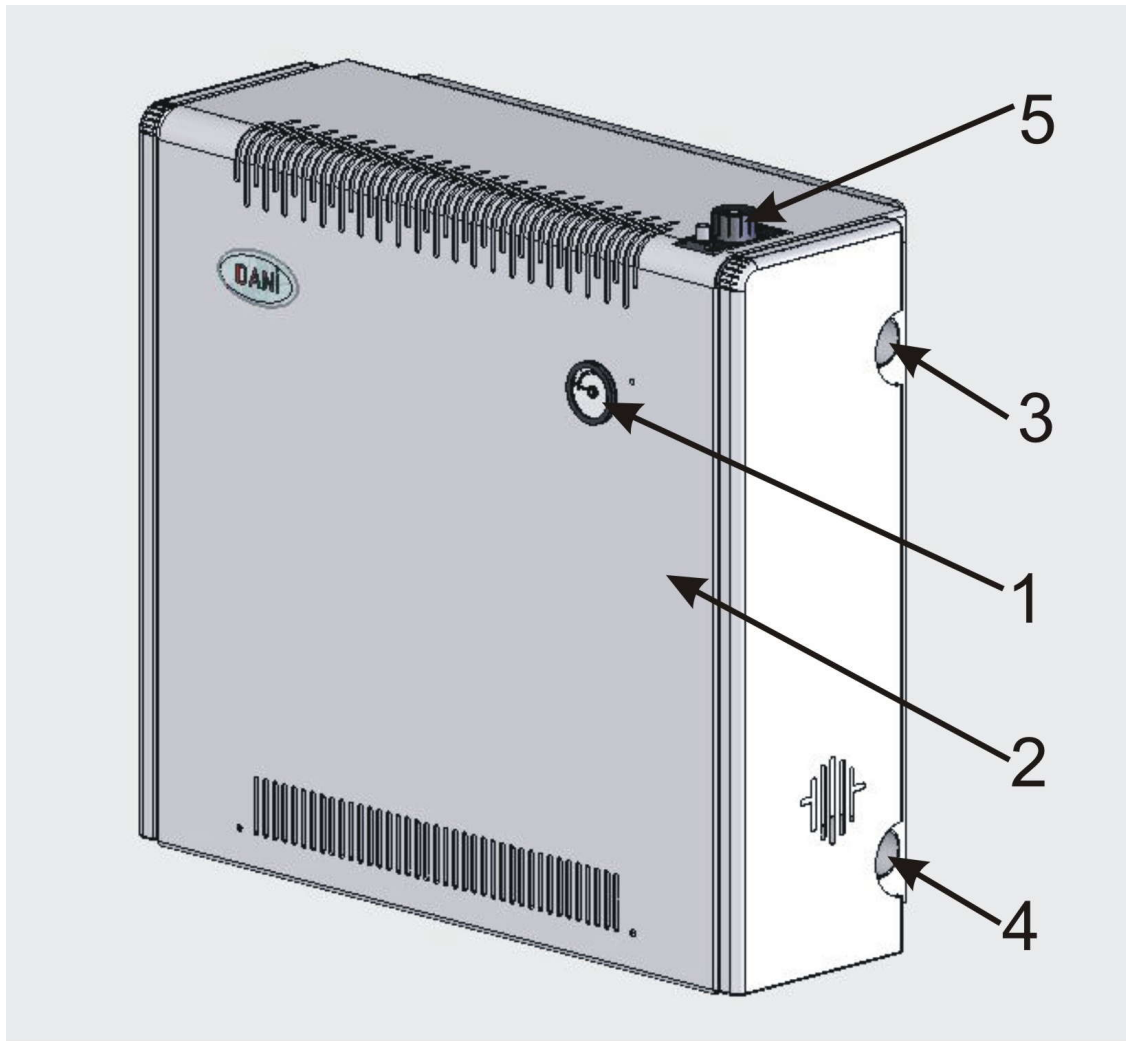

Рисунок 1.Аппарат (котёл)
4.1. Аппарат (котел) (рисунок 1) выполнен в виде резервуара прямоугольной формы.